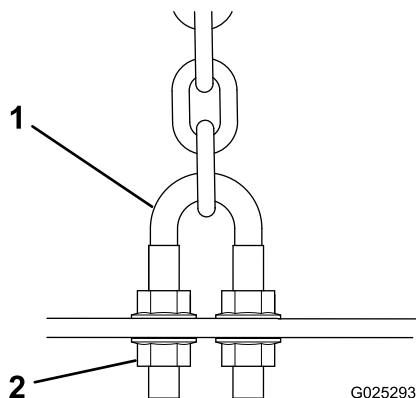

図 16
1. デッキの裏側に昇降チェーン用Uボルトを固定しているナットを外す 図 16。
3. 先ほど外したナットを使って、Uボルトをデッキに取り付ける 図 16。